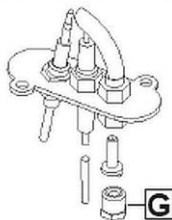

Abb. 22
- schrauben Sie die Schraube „G“ (Abb. 22) aus,